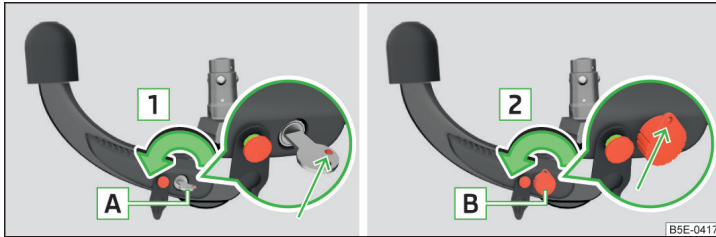

Abb. 298 1. Schritt: Schlüsselerstellung 1 / Schlüsselerstellung 2
- Den Schlüssel **A** in Pfeilrichtung **1** drehen, sodass dessen rote Markierung nach oben zeigt » Abb. 298.
- Den Schlüssel **B** in Pfeilrichtung **2** drehen, sodass die Schlüsselöse nach oben zeigt » Abb. 298.